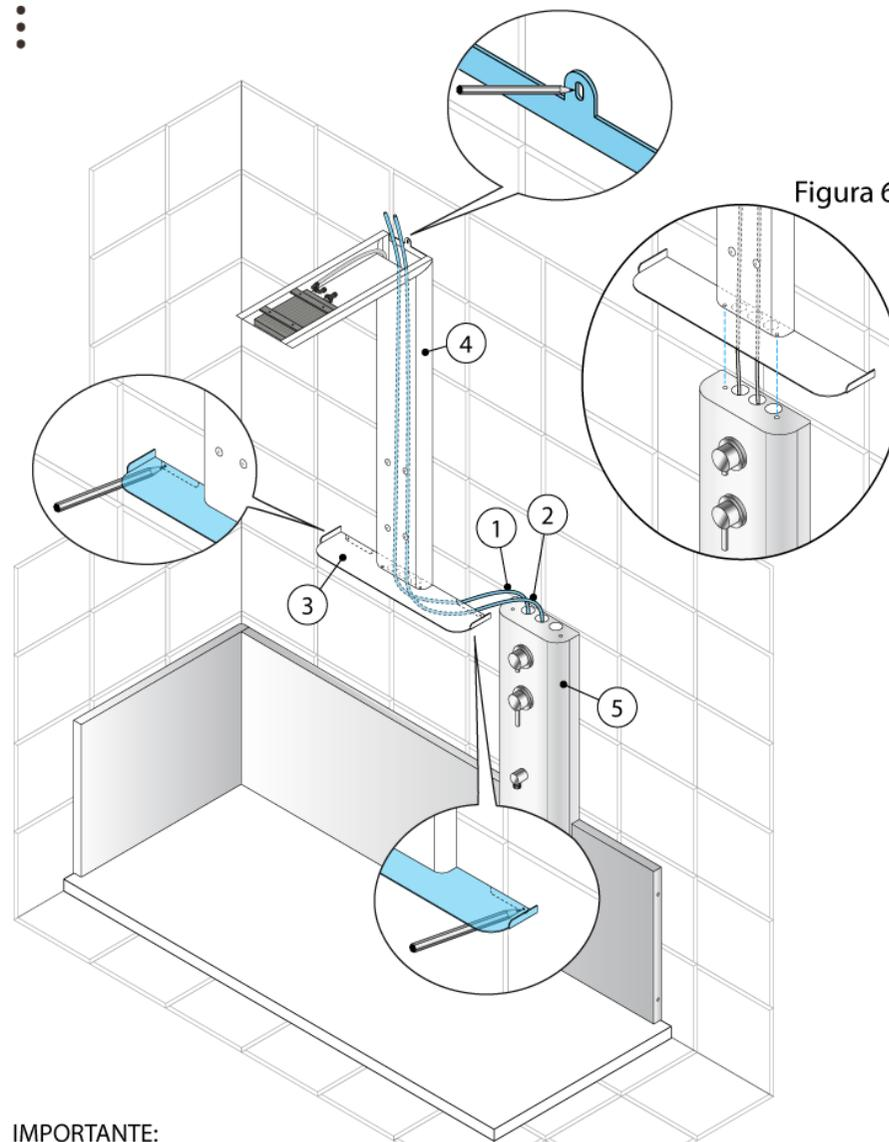

Figura 6
dopo aver inserito i flessibili di alimentazione (1 e 2) nei fori della mensola PLUS (3) ed all'interno della staffa di fissaggio della colonna PLUS (4), posizionare il tutto sopra il carter (5) utilizzando, per la centratura le teste delle viti di unione del kit PLUS (Figura 6). Infine tracciare con una matita la posizione dei fori per il fissaggio a muro.